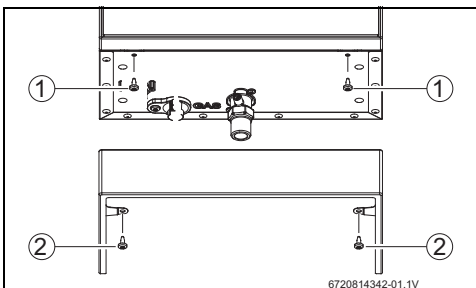

Fig. 28 Retirar la parte frontal
- ▶ Retirar la parte frontal del aparato (Fig. 28).